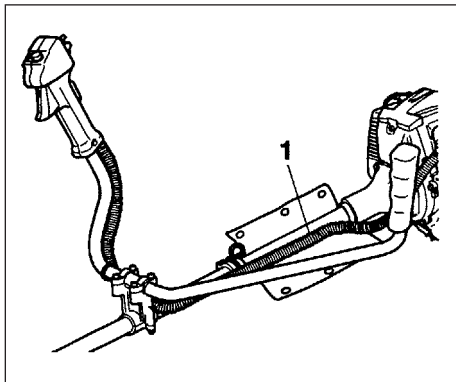

Fig.1-3B
Frigör ändkudden och linda ihop de inkapslade kortslutningskablarna och gasspjällets ledning (1) med ändkudden. (Fig. 1-3B)